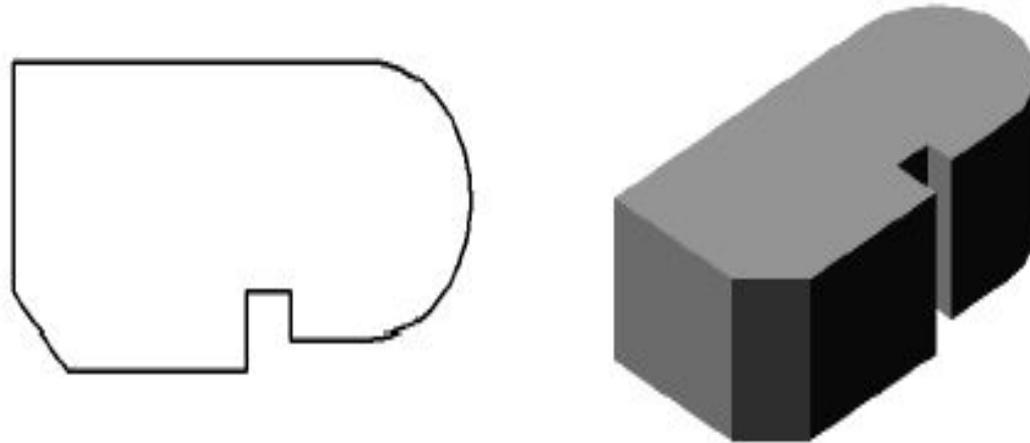

Рис. 76.3. Эскиз и элемент, образованный операцией выдавливания
**Выдавливание** эскиза в направлении, перпендикулярном его плоскости (рис. 76.3).